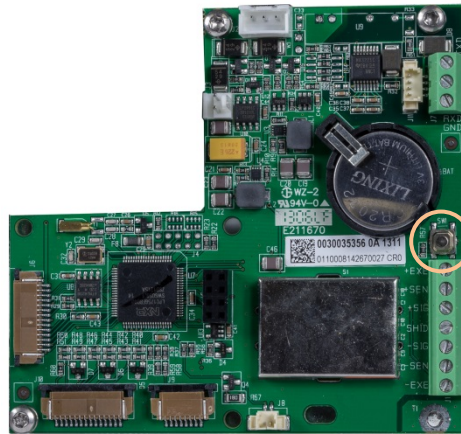

Abbildung 3-2: Lage des Setup-Schalters auf der Hauptplatine des Terminals
- Wenn das Terminal als eichpflichtig konfiguriert ist, kann der Benutzer das Setup-Menü durch Drücken des Setup-Schalters (ein Schalter auf der Hauptplatine, siehe Abbildung 3-2) aufrufen. Das Terminal zeigt dann F1 (Waage) an, die Waagenparameter können geändert werden.